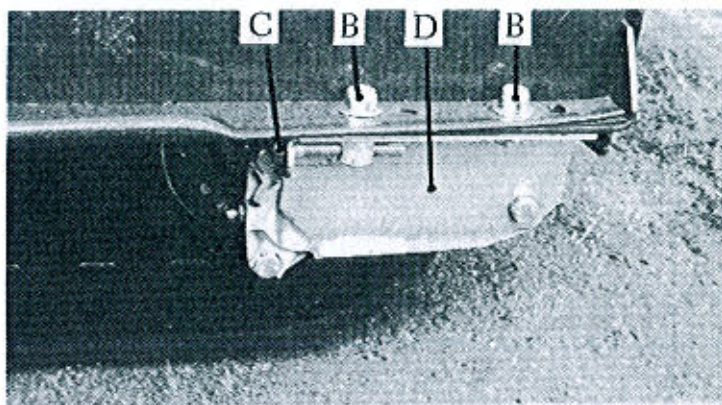

Bild 9.
3. Om bandspänningen behöver justeras, lossa skruvarna B, bild 9, som håller svängarmslagren D. Skruva in spännskruvarna C, om bandspänningen behöver ökas och skruva ut dem, om spänningen skall minskas.